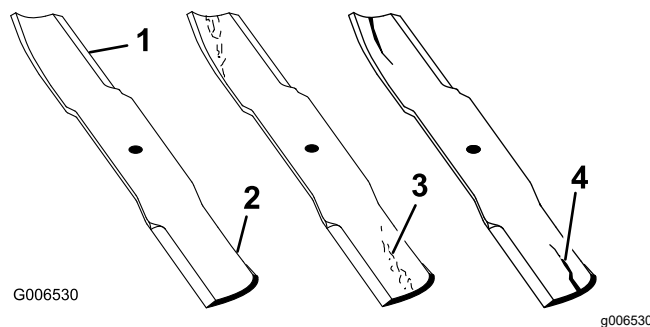

Figura 111
2. Examine cuidadosamente los extremos de corte de la cuchilla, sobre todo en el punto donde convergen la parte plana y la parte curva de la cuchilla, tal y como se muestra en Figura 111.
Nota: Puesto que la arena y cualquier material abrasivo pueden desgastar el metal que conecta las partes curva y plana de la cuchilla, compruebe la cuchilla antes de utilizar el cortacésped. Si se aprecia desgaste, cambie la cuchilla (Figura 111).